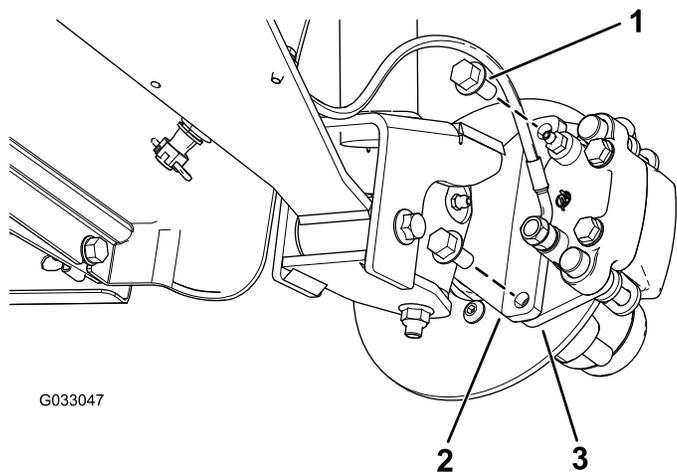
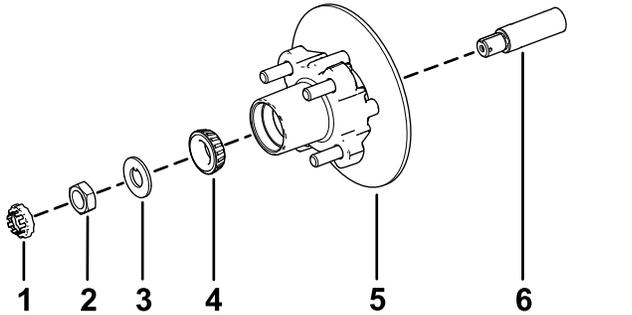

図 32
図 36
3. ブレーキアセンブリ用のブラケットをスピンドルに固定しているフランジヘッドボルト $\frac{3}{8}$ " x $\frac{3}{4}$ "を外してスピンドルからブレーキを取り外す 図 32。
1. スピンドルに所定のグリスを薄く塗る 図 36。
2. ハブとロータをスピンドルに取り付ける。ロータを内側にする 図 36。
3. スピンドルに外側ベアリングを取り付けてレースにはめる 図 36。
4. スピンドルにタブワッシャを取り付ける 図 36。
5. スピンドルにスピンドルナットを取り付け、ハブを回してベアリングを着座させながらナットを 15 N·m 1.52 kg·m = 11 ft·lb に締めつける 図 36。
2. ブレーキパッドをロータのそれぞれの側に合わせ 図 32、キャリパブラケットの穴と、スピンドルフレームのブレーキ取り付け部の穴を整列させる 図 36。
3. キャリパブラケットをスピンドルフレームに固定する 図 32 フランジヘッドボルト $\frac{3}{8}$ " x $\frac{3}{4}$ " 2本を使用する。